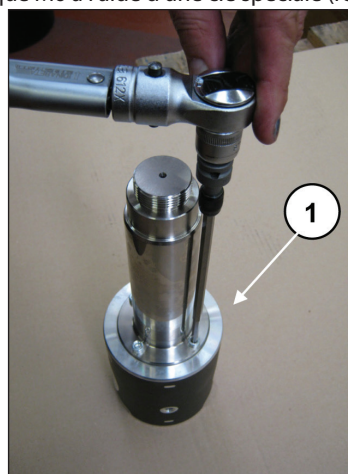

Fig. 43
Pour désassembler la tige du guide de piston, dévisser les vis à tête cylindrique M6 à l'aide d'une clé spéciale (rep. ①, Fig. 43).